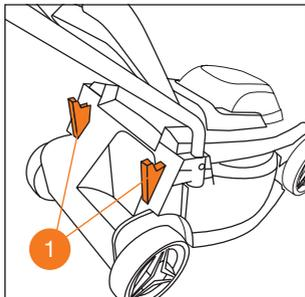

Рис. 9
- Установите травосборник на специальные кронштейны **1** на корпусе газонокосилки (Рис. 9).